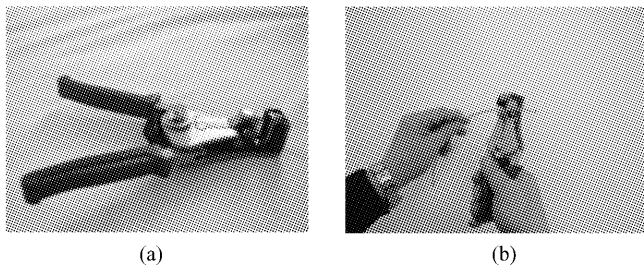

图 1-2 剥线钳及其使用
(2) 剥线钳是用来剥除独股导线绝缘层(外皮)的工具,如图 1-2(a)所示。它的手持部分是绝缘的,其耐压为 500 V,故可以在低压中带电操作。但在使用中应注意:①手不能触及剥线钳的金属部分;②选择切口的尺寸时应略大于被剥除导线芯的直径,否则容易切伤线心,甚至损坏剥线钳。剥线钳的使用方法如图 1-2(b)所示。